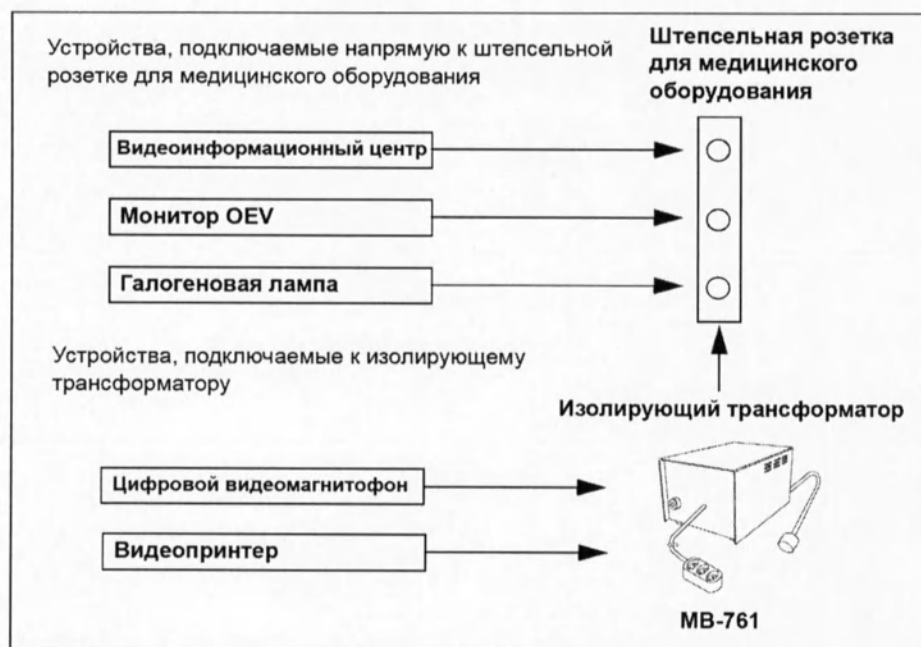

Рисунок 3.7
- 3 Подключите вспомогательное оборудование, перечисленное в Таблица 3.8, к настенной штепсельной розетке. (См. Рис. 3.7)
- 4 Подключите вспомогательное оборудование, перечисленное в Таблица 3.9, к изолирующему трансформатору (MB-761). (См. Рис. 3.7)